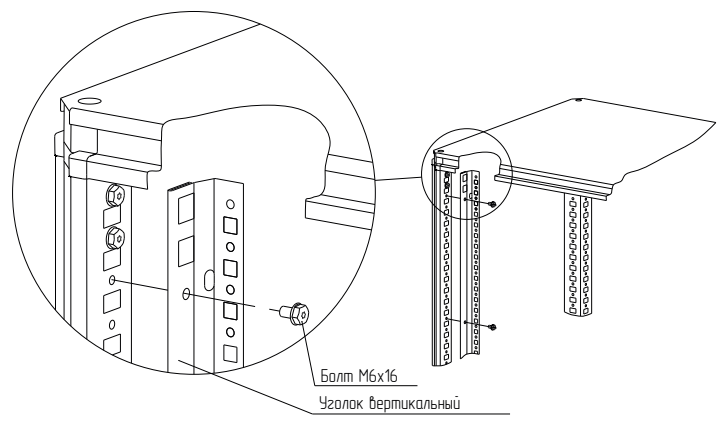

Рисунок 21
- 4.10.2 Закрепить уголок вертикальный для фальш-панелей внутренних на стойке 1 профиля в дверном проёме семью болтами М6 × 16 (рисунок 21). Момент затяжки – 7 Н·м. Болты приобрести отдельно.